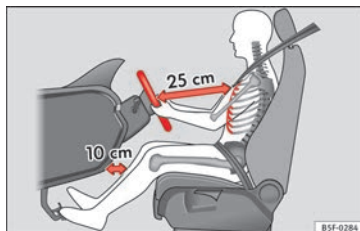

Fig. 84 La distanza corretta tra il conducente e il volante
- Regolare la posizione del volante in modo tale che la distanza tra il volante stesso e il torace sia di almeno 25 cm ►► **fig. 84.**
- Posizionare il sedile di guida in modo tale che tra lo sterzo del conducente e il centro del volante ci sia una distanza di almeno 25 cm » fig. 84. Se si sta seduti a meno di 25 centimetri di distanza non si può essere protetti con adeguata efficacia dal sistema degli airbag.